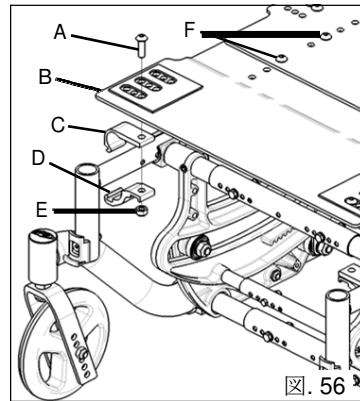

図. 56
- 5mm六角レンチを使用し、シートパンの角のボタンヘッドネジ(図56:A)を取り外します。
- シートチューブからシートパンアセンブリ(図56:B)、シートパンブラケット(図56:C)、シートパンクランプ(図56:D)、およびナット(図56:E)を取り外します。
- シートパンブラケット(図56:C)をシートチューブにスライドさせ、シートパンクランプ(図56:D)とブラケットを噛み合わせシートチューブに巻き付けます。ナット(図56:E)を図のようにクランプのスロットに保持し、ボタンヘッドネジ(図56:A)をシートパン越しにクランプに通してねじ込みます。シートパンからクランプに通します。まだ完全に締めないでください。シートパンの4つの角すべてについて繰り返します。
- 5mm六角レンチと13mmレンチを使用し、シートパンの中央部4つのボタンヘッドネジ(図56:F)をすべて取り外します。
- 同じく5mm六角レンチを使用し、角に配置された4つのボタンヘッドネジ(図56:A)をシートパンクランプ(図56:D)からすべて緩めます。
- ナットでボタンヘッドネジ(図56:F)を取り付け、締め込みます。
- 必要に応じてシートフレームのシートパンの位置を変更し、クランプのボタンヘッドネジ(図56:A)を締めます。